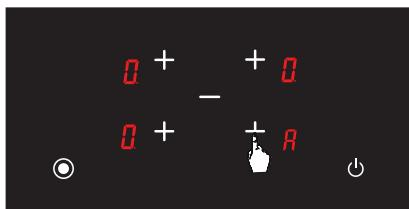

Рис. 10
3. Після цього, якщо ви знову натискаєте кнопку вибору відповідної конфорки, активується функція автоматичного нагрівання і значок  відображається на екрані (Див. рис. 10).